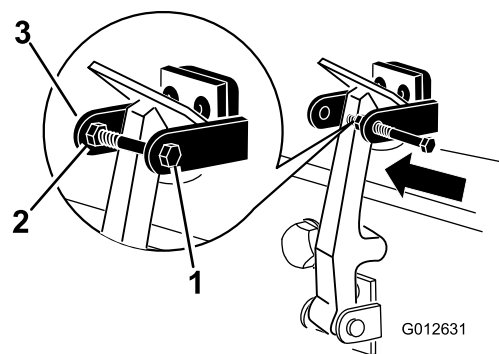

Figura 8
8. Montate il bullone nell'altro braccio della staffa del fermo del cofano per bloccare il fermo in posizione (Figura 8). Serrate il bullone ma non serrate il dado.